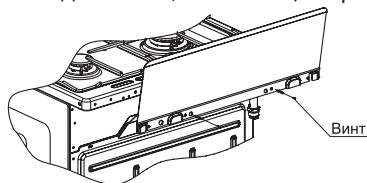

рис. 1
■ Модели плит, не имеющие крышку стола, комплектуются щитком, который закрепляется перед установкой плиты (рис.1).
■ Установку щитка производить путем крепления к столу двумя винтами (см. рис. 1). Винты для крепления щитка находятся в пакете с комплектующими.